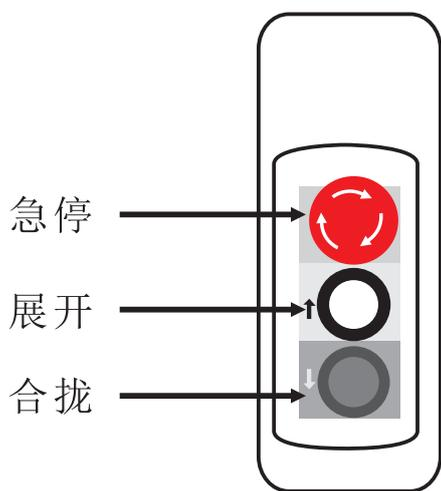

图1-1 手柄开关
- D. 当操作员启动手柄开关（见图1-1）时，两端操作人员必须密切注意系统前进的情况, 正常情况时，每排是依次拉出。
附图1-1 下部导轨